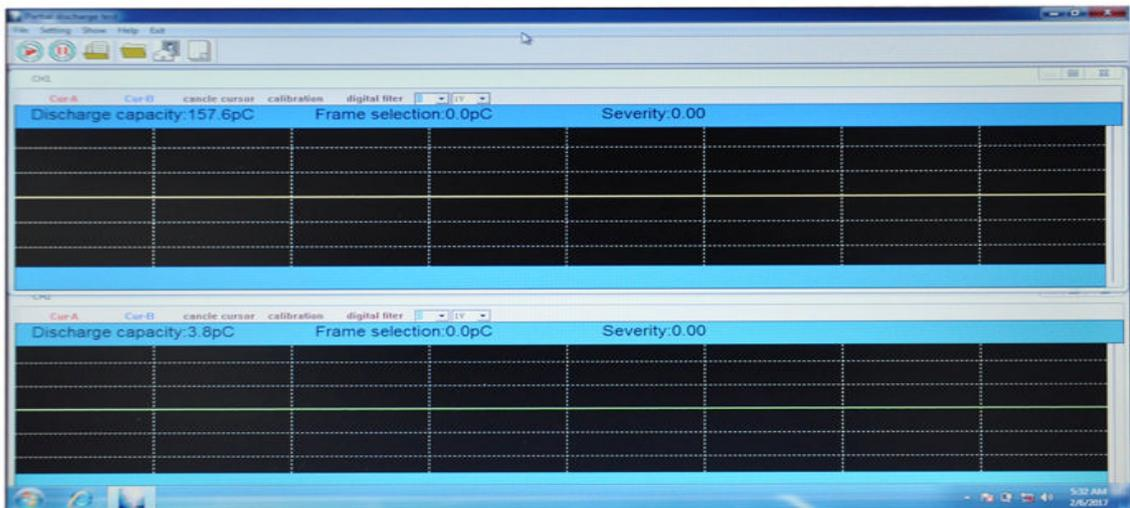

图 6.1 软件操作主界面
在建立试验记录文件后即进入主界面如图 6.1 所示，试验的具体操作将在主界面中完成。
2) 主界面(图 6.1)有 2 个通道界面，每个通道都是独立的。其每个通道界面如图 6.3 所示，